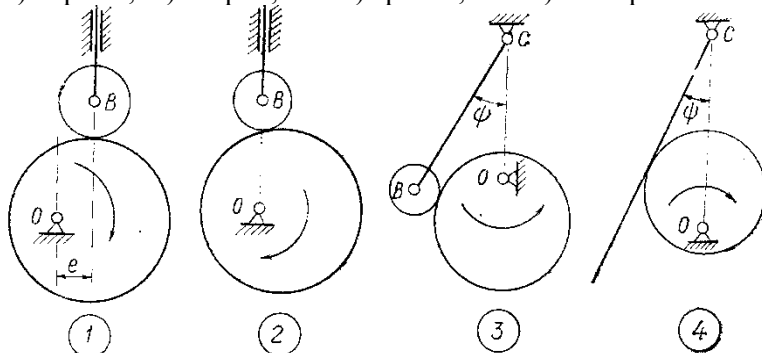

рис.2.
5. Какой из четырех изображенных на рис. 2 механизмов называется осевым кулачковым механизмом с возвратно-прямолинейным движением толкателя?
6. Какой из четырех изображенных на рис. 2 механизмов называется внеосным кулачковым механизмом с возвратно-прямолинейным движением толкателя?
7. Какой из четырех изображенных на рис. 2 механизмов называется кулачковым механизмом с вращающимся толкателем и роликом?
8. Какой из четырех изображенных на рис. 2 механизмов называется кулачковым механизмом с вращающимся плоским толкателем?